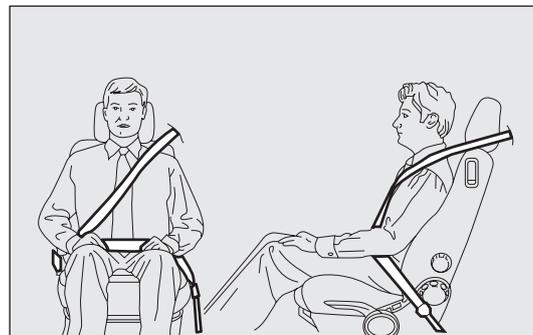

fig. 141
*Il nastro della cintura non deve essere attorcigliato. La parte superiore deve passare sulla spalla e attraversare diagonalmente il torace. La parte inferiore deve aderire al bacino fig. 141 e non all'addome del passeggero. Non utilizzare dispositivi (mollette, fermi, ecc.) che tengano le cinture non aderenti al corpo degli occupanti.*